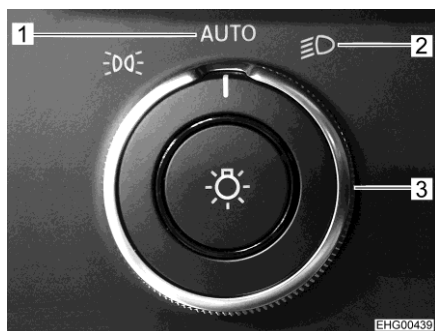

Fig. 12 Commutateur tournant d'éclairage
- Tourner le commutateur d'éclairage Mercedes (Fig. 12,3) sur la position "AUTO" (Fig. 12,1) ou la position feux de route (Fig. 12,2).